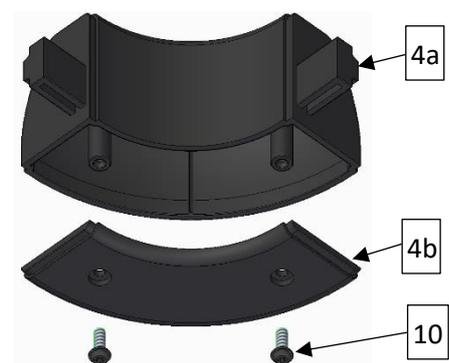

Abbildung 6
Die Eckverbinder werden wie folgt zusammenschraubt: Auf jeweils einen Korpus (4a) kommt ein Deckel (4b), der dann mit jeweils zwei Kunststoffschrauben (10) verschraubt wird (Abb. 6). Achten Sie dabei darauf die Schraube so schwach anzuziehen, dass der Flansch der Schraube gerade so die Vertiefung berührt.